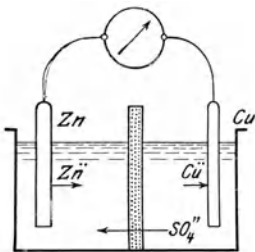

Fig. 154.
e) Welches Metall löst sich und welches scheidet sich ab? *Zink geht bei der Auflösung in Zinkion über* (Fig. 154). Woher nimmt das Zink die positive Ladung? *Aus dem Leitungsdraht.* Woher bekommt dieser die Ladung? *Vom Kupferblech.* Wem entzieht das Kupferblech die positive Ladung? *Den Kupferionen.* Ändert sich dadurch die Menge der Kationen in dem Zinkabteil und in dem Kupferabteil? Wie gleicht sich der Unterschied aus? *Wanderung von Sulfationen durch die Tonzelle von der Kupferseite zur Zinkseite.* *Ionengleichung:*